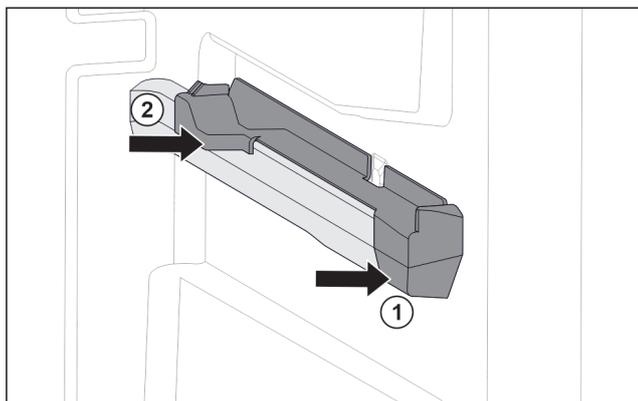

Fig. 75 右侧容器肋梁上的插装件
- ▶ 将插装件前部放到容器肋梁上。 Fig. 75 (1)
- ▶ 压紧插装件后部。 Fig. 75 (2)